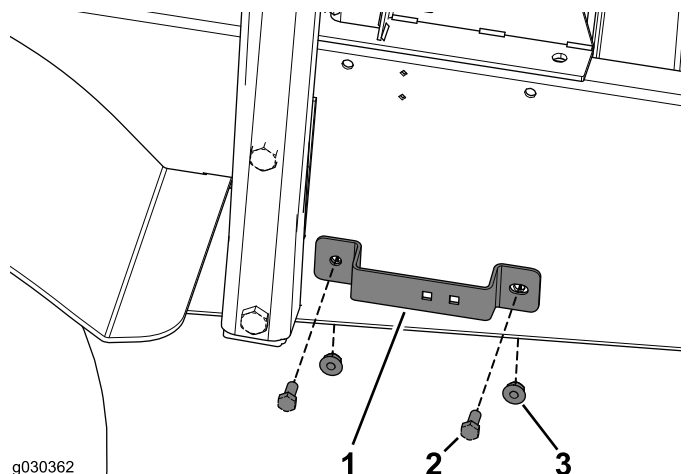

図 39
1. ホースブラケットを機体フレームに取り付けるボルト 5/16 x 3/4 インチ 2本、フランジナット 2個を使用する 図 39。